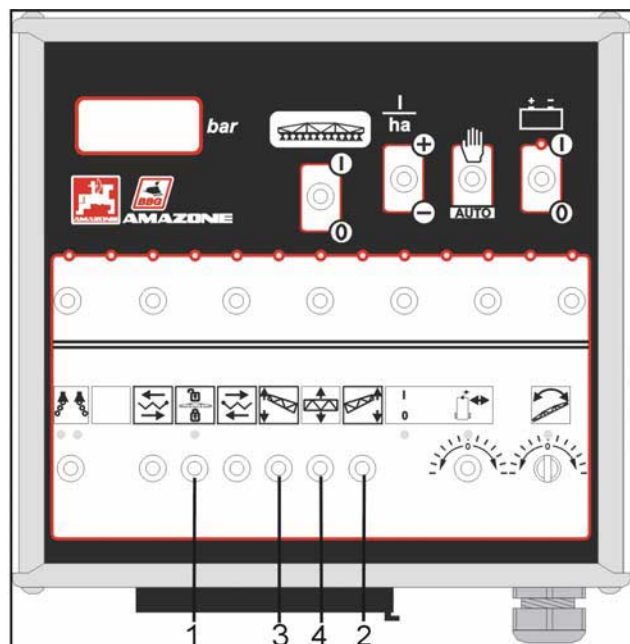

Fig. 8.29
- Derefter låses hele bommen i transportstilling med den automatiske transportlås ved at trykke på tasten (fig. 8.29/4)